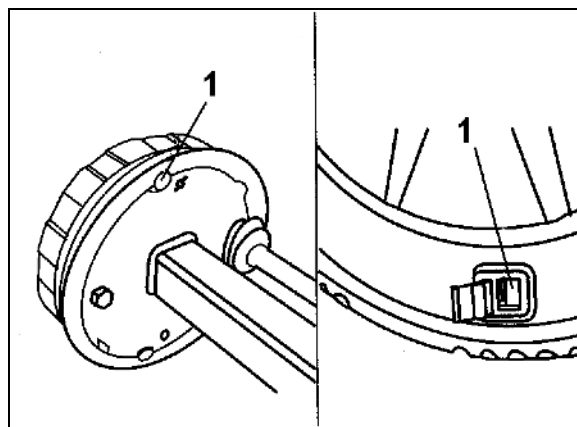

Fig. 138
- Køresporsskærenes såsædsledninger (Fig. 138/1) skal være fastgjort på de åbninger i fordelerhovederne, som kan lukkes med spjældene (Fig. 138/2).